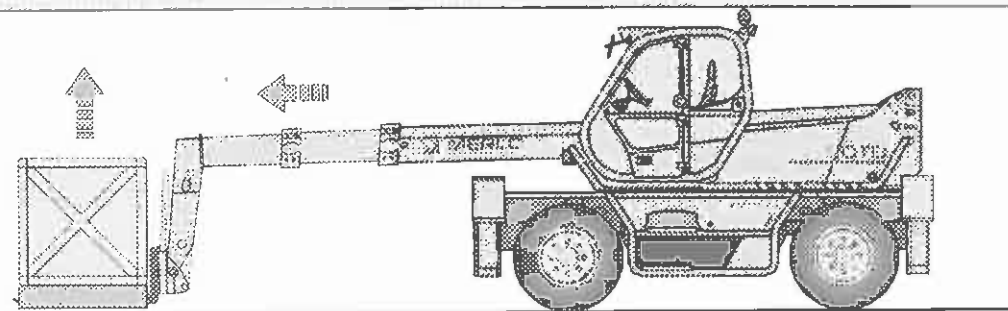

Fig.6
- den Ausleger ausfahren, die Gabeln unter der Last einführen und einige Zentimeter anheben (Abb.6)